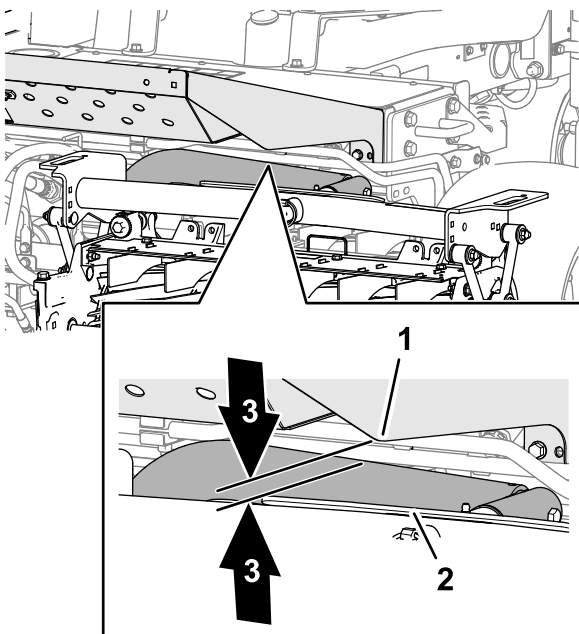

Figura 26
3. Nas unidades de corte dianteiras, meça a distância entre o braço de elevação esquerdo e o suporte da placa do assoalho, e entre o braço de elevação direito e o suporte da placa do assoalho (Figura 26).